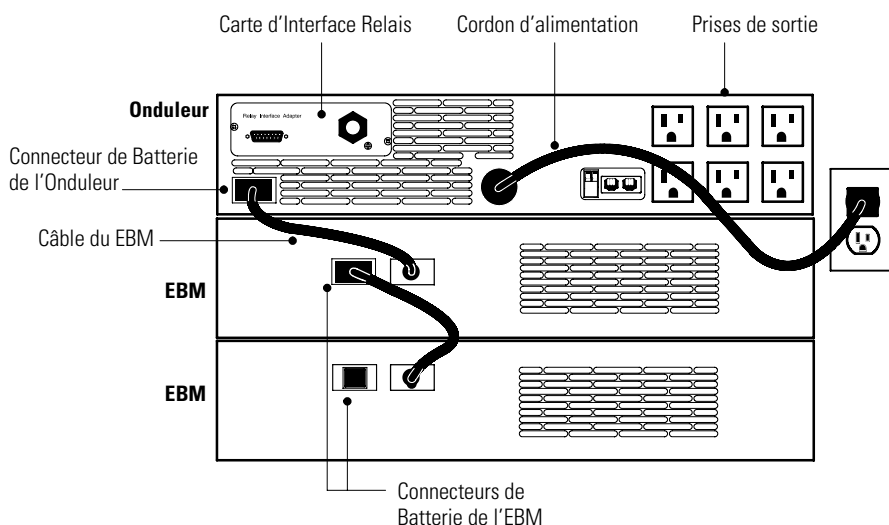

Figure 10. Installation type de l'onduleur (modèle illustré : 120V)
La Figure 10 n'est qu'un exemple type d'installation. Voir la rubrique « Panneaux arrières de l'onduleur » à la page 23 pour une description du panneau arrière de chaque modèle.
2. Branchez le câble EBM sur le connecteur pour batterie du panneau arrière de l'onduleur (voir Figure 10).